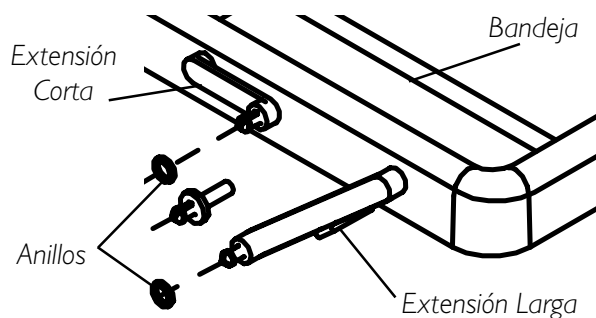

FIGURA 3 - INSTALANDO LOS ANILLOS A LAS EXTENSIONES DE LA BANDEJA
INSTALANDO LOS ANILLOS A LAS EXTENSIONES DE LA BANDEJA (FIGURA 3)
1. Instale los cuatro (4) anillos en las puntas de las extensiones de la bandeja, según se muestra en la FIGURA 3.